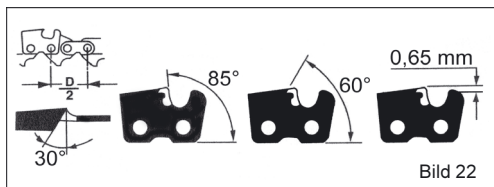

Bild 22
Sägekette schleifen (Bild 22)
- Beim Schärfen der Schneidezähne müssen folgende Werte berücksichtigt werden (Bild 22):